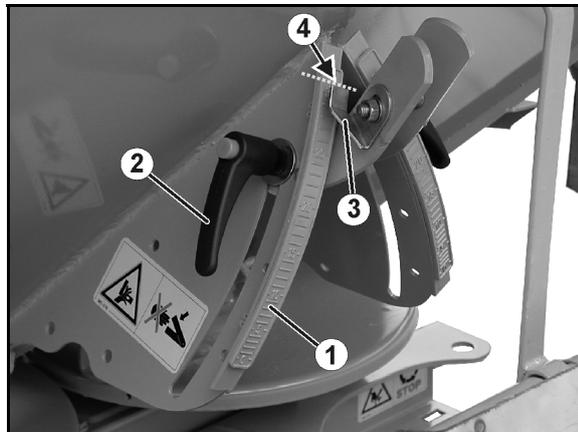

Fig. 61
2. Sbloccare la leva di bloccaggio (Fig. 61/2).
3. Cercare sulla scala (Fig. 61/1) il valore per la posizione delle paratoie, desunto dalla tabella di spargimento oppure calcolato con il dispositivo per prova di spargimento.
4. Regolare l'angolo di lettura (Fig. 61/4) dell'indicatore (Fig. 61/3) in base al valore della scala.
5. Serrare nuovamente la leva di bloccaggio (Fig. 61/2).